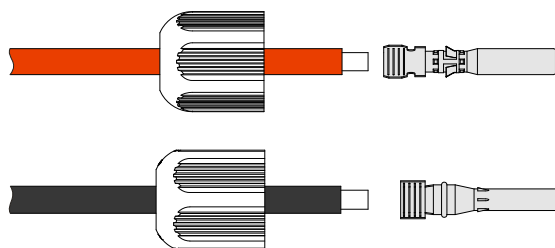

Figura 3-17 Crimpe o terminal de metal
- Etapa 2 Solte a contraporca da conexão positiva e negativa, passe os cabos positivo e negativo pela contraporca correspondente e, em seguida, insira o cabo positivo e o cabo negativo no terminal de metal positivo e no terminal de metal negativo, respectivamente. Crimpe os terminais de metal firmemente com um alicate de crimpagem, conforme mostrado na Figura 3-17.